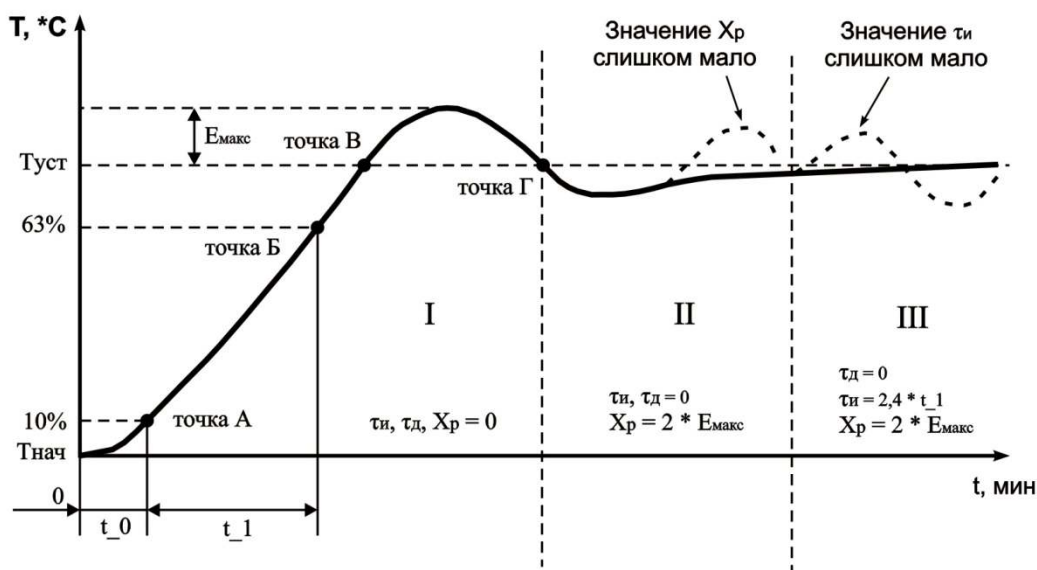

Рисунок 7.1 - Ручная настройка ПИД-регулятора
7.2.5.2.3 Установить значение параметра  $C.H.1 = 3$  ( $C.H.2, C.H.3, C.H.4$ ). После нажатия кнопки  на индикаторе отобразится мигающая надпись “ $P\bar{C}d$ ” с соответствующим индикатором номера настраиваемого канала в течении времени 10 сек (время может меняться в зависимости от установленного времени фильтра  $F.E.1, F.E.2, F.E.3, F.E.4$ ). По окончании времени регулятор выдаст непрерывный максимальный выходной сигнал и на дисплее отобразится текущая температура с точкой в младшем разряде “xxx.”. В результате чего выходное реле нагрузки будет включено до тех пор, пока не будет достигнута величина температуры равная  $S^P$  ( $T_{уст}$ ). После выключения реле нагрузки (стадия I, точка B на рисунке 7.1) некоторое время температура по инерции будет продолжать увеличиваться. Как только контролируемая температура опустится ниже  $S^P$  ( $T_{уст}$ ), процесс автонастройки заканчивается (точка Г рисунок 7.1), на дисплее отображается непрерывная надпись “ $P\bar{C}d$ ”. TP-101 вычисляет коэффициенты ПИД регулятора: полосу пропорциональности  $X_p$ , постоянную времени интегрирования  $T_i$ , постоянную времени дифференцирования  $T_d$ . После окончания автонастройки необходимо нажатием кнопки  перевести прибор в режим программирования, в котором можно посмотреть и скорректировать полученные значения коэффициентов.
7.2.6.3.6 Измерить максимальное значение перерегулирования между точками В и Г ( $E_{макс}$ , рисунок 7.1).